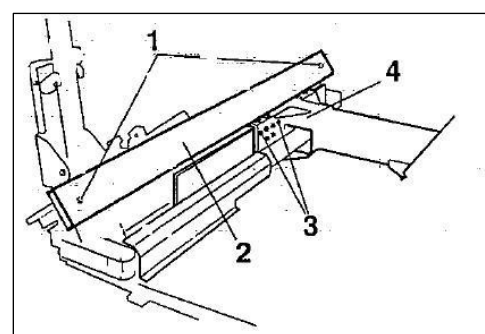

Fig. 8.5
- Lossa skyddets fästskruvar (1, fig. 8.5) och ta bort kedjeskyddet (2, fig. 8.5).
- Lossa muttrarna (3, fig. 8.5) för varje övre glidsko på vagnen (4, fig. 8.5).
- Dra åt de fyra låsmuttrarna på de övre glidskorna (3, fig. 8.5).
- Sätt tillbaka skyddet på kedjan V2 (Fig. 8.5).